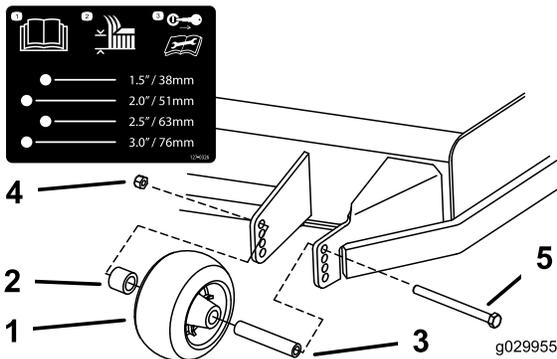
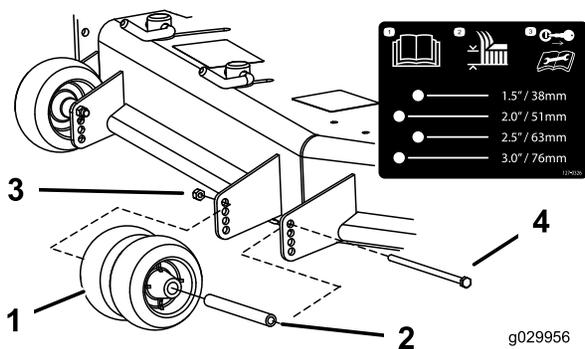
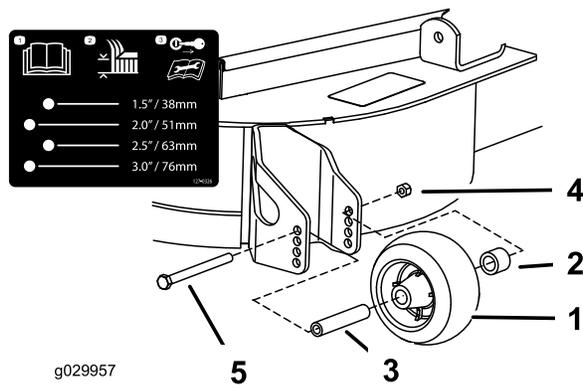

Рисунок 32
Рисунок 33
Рисунок 34
3. Отрегулируйте защитные валики, как показано на Рисунок 32, Рисунок 33 и Рисунок 34.